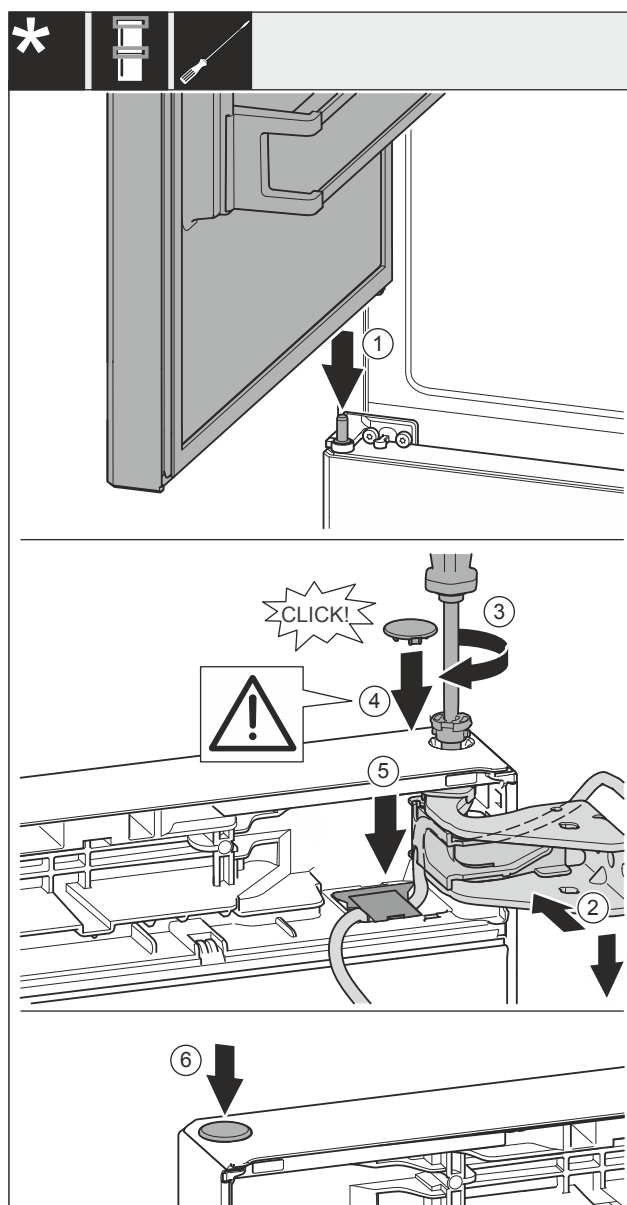

Fig. 51
- Posizionare la porta superiore sul cuscinetto di supporto centrale Fig. 51 (1).
- Allineare la porta superiore all'apertura nella staffa di supporto Fig. 51 (2).
- Inserire i perni Fig. 51 (3) e stringerli con un cacciavite.
- Inserire la copertura Fig. 51 (4).
- Controllare che la copertura Fig. 51 (4) poggi sulla porta.
- Inserire la copertura Fig. 51 (5) e spingere verso il basso, finché non si innesta.
- Inserire la copertura Fig. 51 (6).